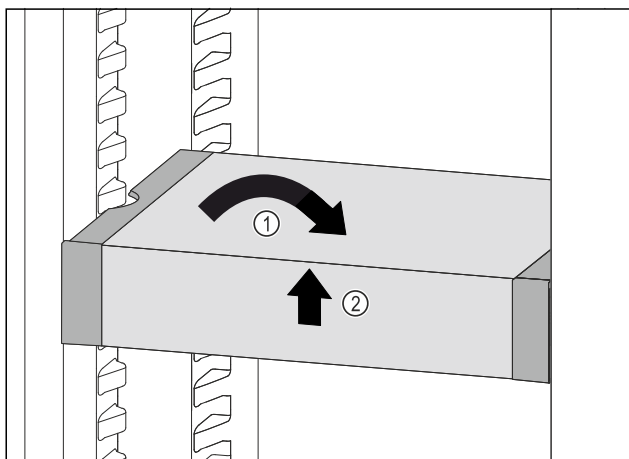

Fig. 102
- ▶ Изправете VarioSafe. Fig. 102 (1)
- ▶ Повдигнете VarioSafe отпред. Fig. 102 (2)